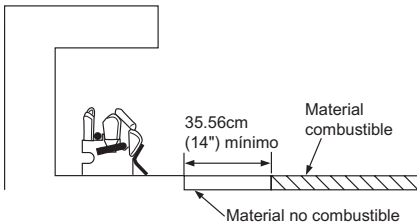

Figura 8 - Distancias mínimas de la chimenea cuando se instala al nivel del suelo
- Cuando instale el calentador sobre el suelo, debe dejar una distancia mínima de 35.5 cm (14") hacia los materiales combustibles (consulte la figura 8).